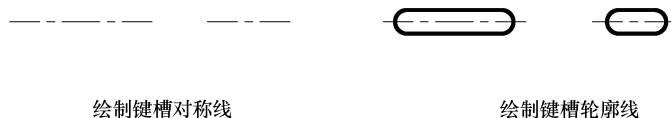

图 11-7 绘制键槽视图
Step 17 绘制键槽对称线、轮廓线：分别切换“中心-细点画线”、“轮廓-粗实线”图层。调用“复制”、“直线”、“圆”、“修剪”、“偏移”等命令，绘制键槽对称线、轮廓线。绘制键槽视图，如图 11-7 所示。